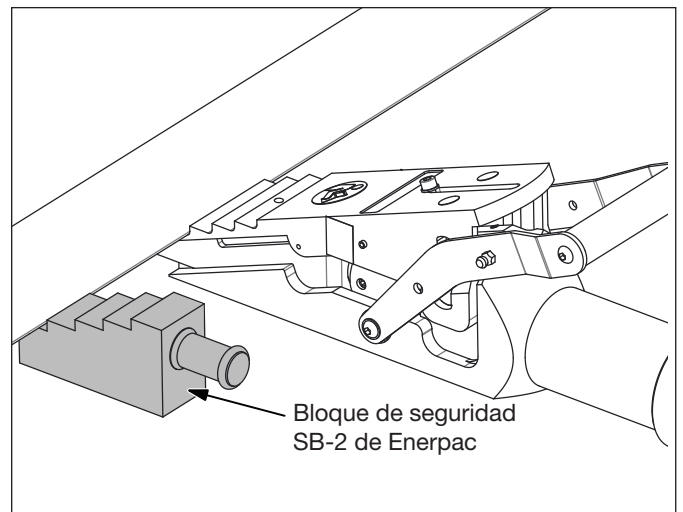

Figura 4, bloque de seguridad SB-2 de Enerpac
6. Cuando el objeto se haya levantado a la altura deseada, o a la altura máxima en el escalón utilizado, inserte el bloque de seguridad SB-2 de Enerpac (incluido por separado con la cuña de elevación). Consulte la Figura 4.
7. Cuando el objeto se haya levantado a la altura deseada, o a la altura máxima en el escalón utilizado, inserte el bloque de seguridad SB-2 de Enerpac (incluido por separado con la cuña de elevación). Consulte la Figura 4.